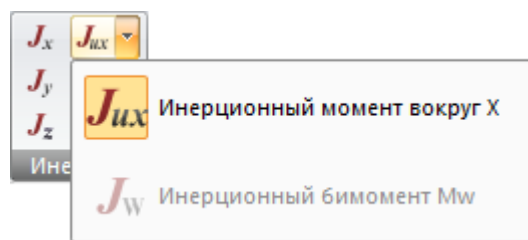

Рис. 109. Раскрывающийся список **инерционных моментов/бимоментов**
**Jw** (рис. 109) – инерционный бимомент  $J_w$  (в группе с кнопкой  $J_{yx}$ ). Мозаика в локальной системе координат стержня